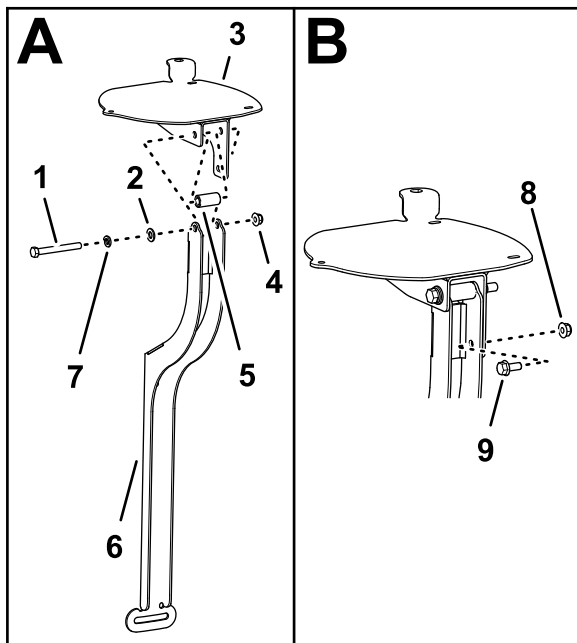

Figura 155
1. Alinhe os furos da placa do recetor de navegação, espaçador (⅜ pol. x 1 pol.) e montagem do recetor (Figura 155).
2. Monte a placa do recetor e espaçador na montagem com um parafuso ($\frac{3}{8}$ pol. x $3\frac{1}{4}$ pol.), anilha de bloqueio ($\frac{3}{8}$ pol.), anilha ($\frac{3}{8}$ pol. x $\frac{13}{16}$ pol.) e porca de bloqueio flangeada ($\frac{3}{8}$ pol.) como se mostra na Figura 155.
3. Monte o parafuso de cabeça flangeada ($\frac{5}{16}$ pol. x $\frac{3}{4}$ pol.) e a porca de bloqueio flangeada ($\frac{5}{16}$ pol.) através do furo mais pequeno na montagem do recetor e ranhura na placa do recetor (Figura 155).